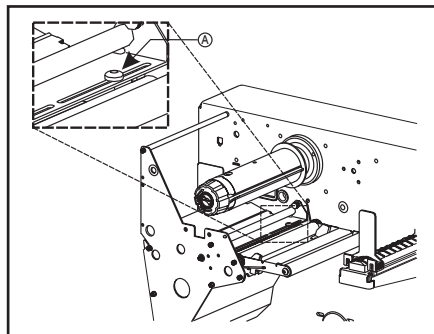

Figura 12
1. Rimuovere il nastro inchiostro. Individuare il sensore superiore dell'etichetta (figura 12-A).